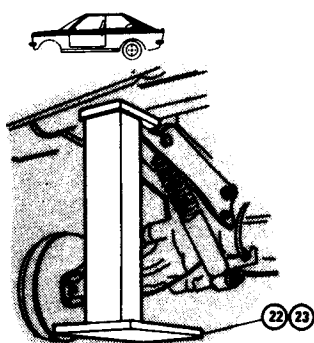

Fig.2
- Fixer par l'intérieur du coffre les ferrures avec les broches 24 (fig. 2).